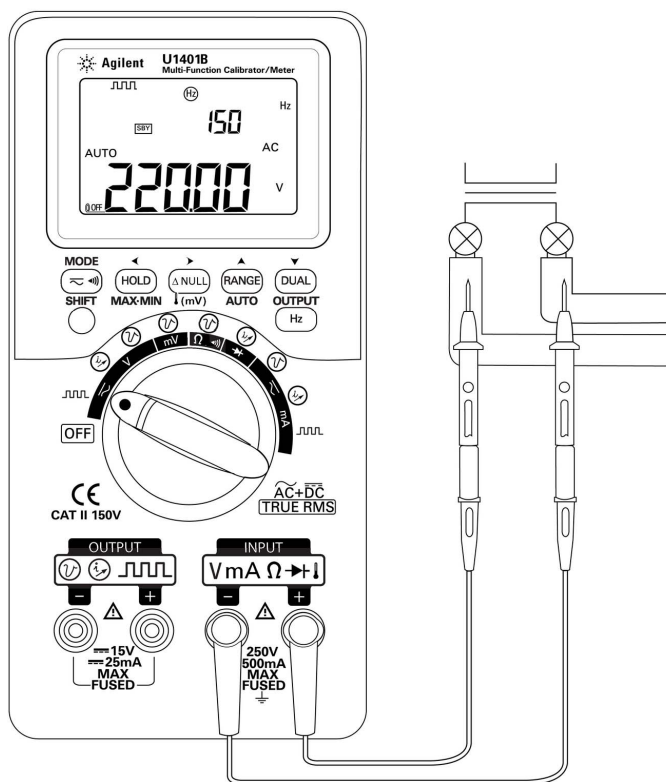

图 3-2 AC 电压测量
- 3 将红色和黑色测试引线分别连接到正极和负极输入端子（图 3-2）。